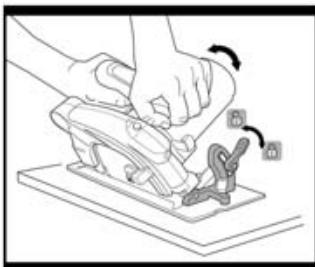

Fig. 3
4. REGLAGE DE L'ANGLE DE COUPE (Fig. 3)